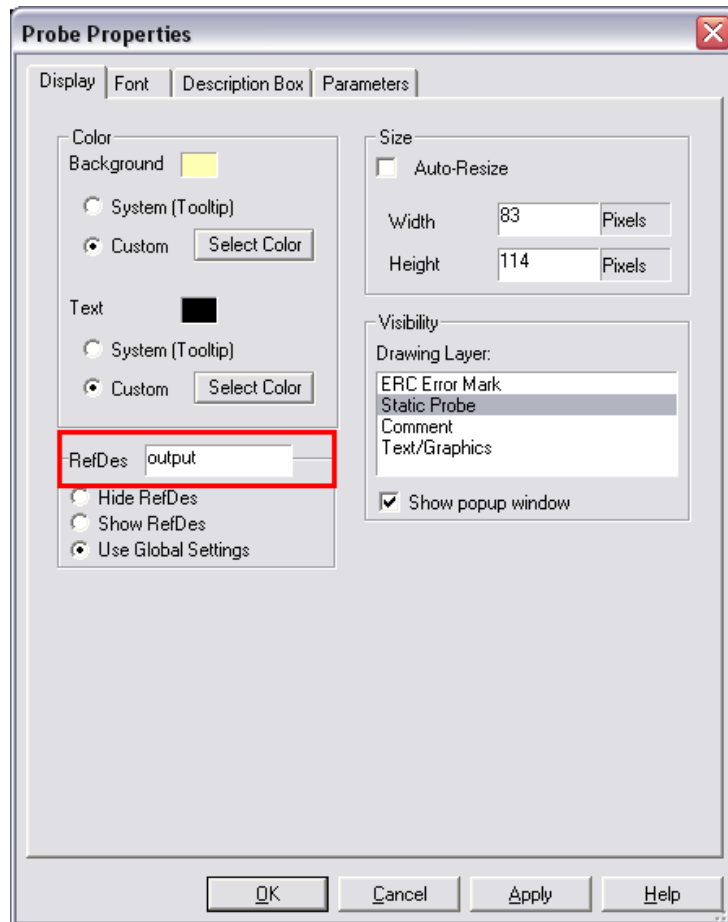

Figure E2-19. Propriétés de la sonde de mesures
6. Dans la boîte de dialogue **Probe Properties** qui s'ouvre, saisissez « output » dans la fenêtre **RefDes** (Figure E2-19).